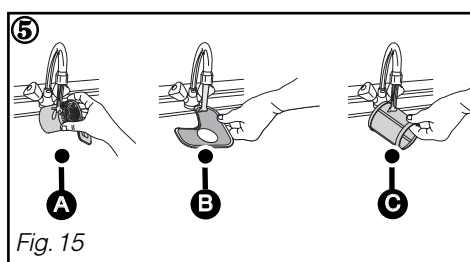

Fig. 15
- ② Dévissez d'un quart de tour le filtre à déchets puis le retirer **A**.
- ③ Retirez le filtre principal **B**.
- ④ Retirez le tamis micro filtre **C**.
- ⑤ Nettoyez soigneusement les filtres **A**, **B** et **C** sous l'eau courante. (Fig. 15)